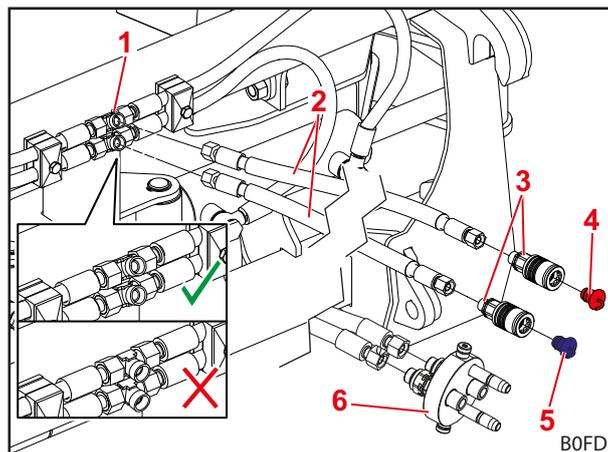

Fig. 52 Montare le linee di alimentazione
- (3) Collegare rispettivamente 2 tubazioni idrauliche con 1 manicotto a T.
**i** L'apertura dei manicotti a T deve essere rivolta il più possibile verso l'alto (vedere Fig. 52), altrimenti in un momento successivo le linee di alimentazione sfregheranno sul tirante trasversale del telaio intercambiabile.
- (4) Stringere le viti con chiave dinamometrica.